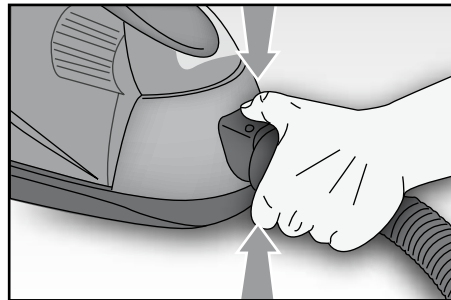

Fig. 2
- Inserire il manicotto (14) nell'apertura di entrata dell'aria (6) e premerlo finché non si blocca a scatto. Per rimuoverlo, è necessario premere contemporaneamente i due pulsanti di sblocco (20) ed estrarlo (Fig. 2).